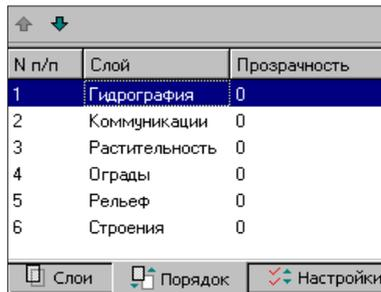

Рис. 7.24
14. Так как водная поверхность, сохраненная в слое *Гидрография*, перекрывает все другие данные проекта, то следует изменить порядок отрисовки слоев. Для этого в окне **Слои** перейдите на вкладку **Порядок**, выделите слой *Гидрография* и переместите его вверх (команда **Переместить вверх** контекстного меню (рис. 7.24)).
Метод **Параметры объекта** (кнопка ) позволяет редактировать все параметры при одиночном выборе объекта любого типа или одинаковые параметры при выборе нескольких однотипных элементов – в окне параметров формируются группы параметров по каждому типу из числа выбранных объектов (рис. 7.24).